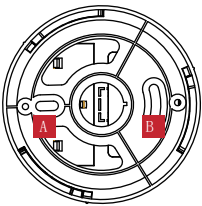

图1.2 探测报警器底座
- (1) 底座安装: 在天花板上相距58mm打两个安装孔, 用膨胀塞和自攻螺丝钉固定报警器底座A、B处(见 图1.2 探测报警器底座图示意)。